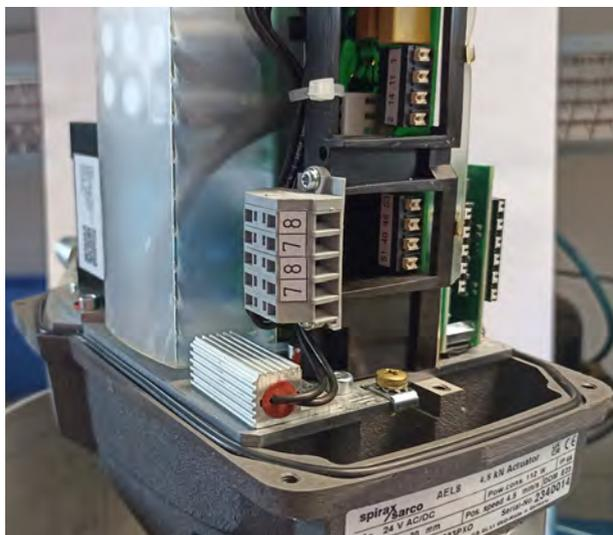

図7. 結露防止ヒータの取り付け例
- 図 7（結露防止ヒータの向き）に示すように結露防止ヒータの位置を慎重に調整し、提供されているネジ（最大 2Nm）を使用してアクチュエータのベースプレートにネジで固定します。